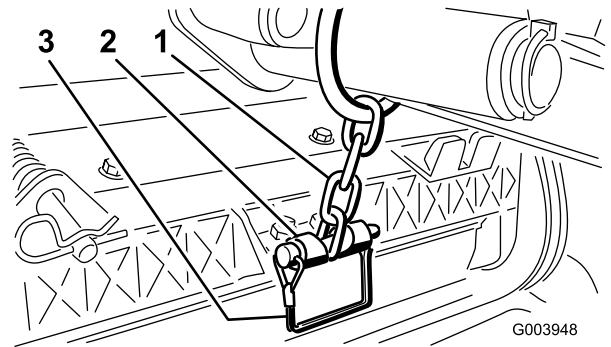

図 9
11. スナッパピンで、昇降アームのチェーンをチェーンブラケットに固定する(図 9)。